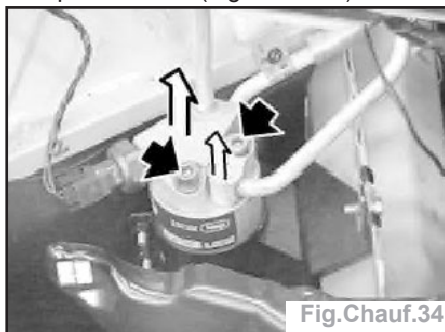

Fig. Chauff.34
- Déposer les vis (Fig. Chauff.34).